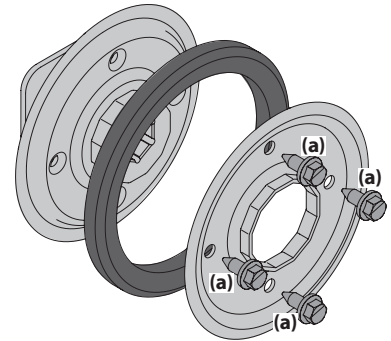

Figure 4-18
1. Enlevez les quatre vis (a) qui maintiennent les plaques latérales de la roue de frottement. Voir Figure 4-18.